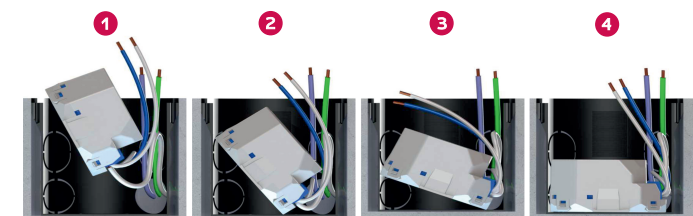

Рис. 1 - Установка Nero II 8422 UPM в монтажную чашку
- отличительная особенность системы Nero II — питание и передача/получение команд управления по существующей силовой электропроводке 230 В~ на основе уникальной запатентованной технологии PLC. Благодаря ей система обладает надежностью, широким функционалом и высоким качеством передачи информации даже на крупных объектах, в том числе и по разным фазам (при использовании фазового переходника Nero II 8400) (рис. 1);
Устройство предназначено для установки в распределительную коробку или в монтажную чашку размером 60х60 под выключатель. При установке устройства в монтажную чашку необходимо контролировать, чтобы прибор находился под проводами. При достижении дна монтажной чашки развернуть устройство в конечную позицию (рис. 1).